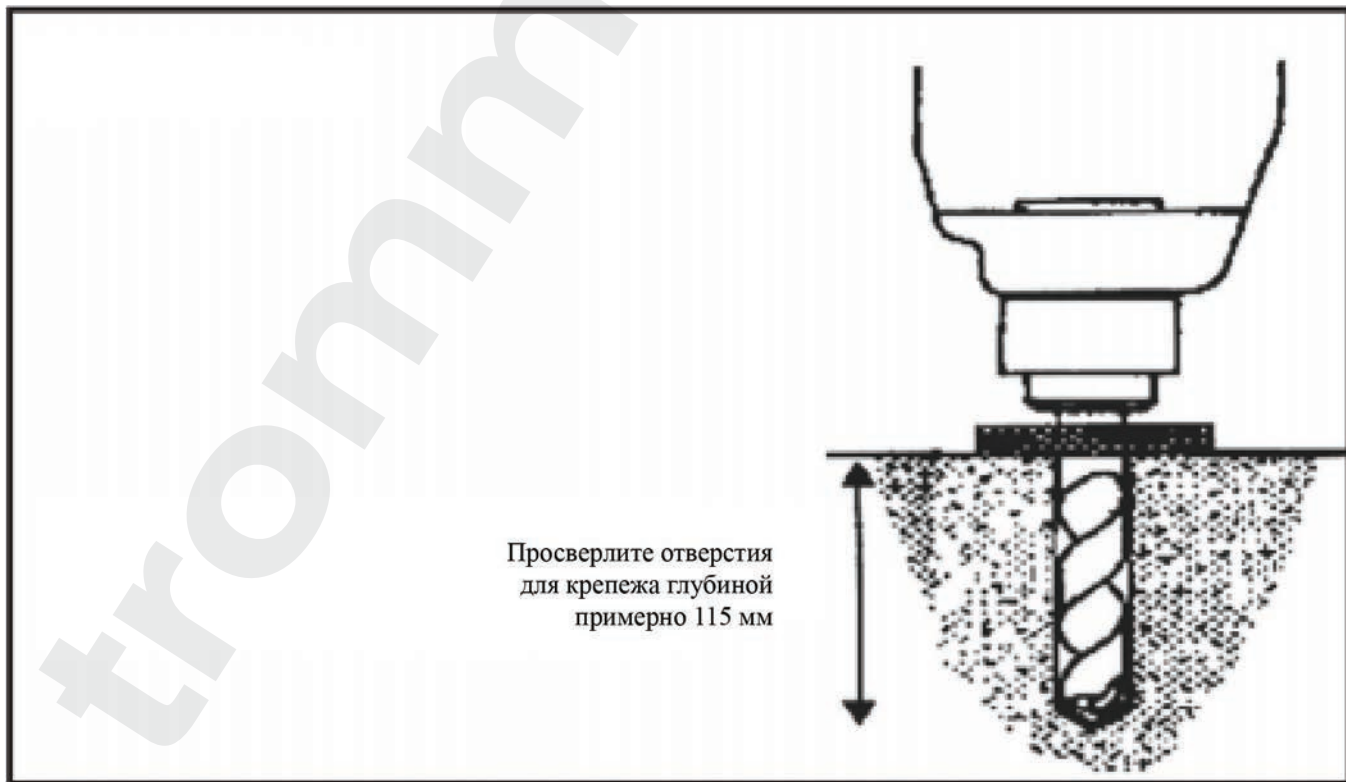

Рис. 15.2
- Используя в качестве ориентира отверстия в основаниях стоек, просверлите отверстия для крепежа глубиной примерно 115 мм с помощью перфоратора и сверла по бетону с хвостовиком Ø19 мм (см. рис. 15.2).